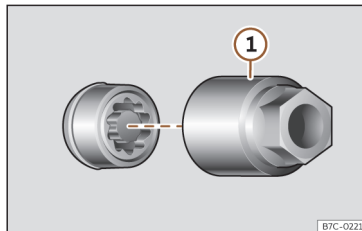

Fig. 183 Parafuso antirroubo com capa de proteção e adaptador.
- Encaixe o adaptador especial >>> **Fig. 183 ①** (ferramenta de bordo >>> **Página 284**) no parafuso antirroubo da roda até ao limite.